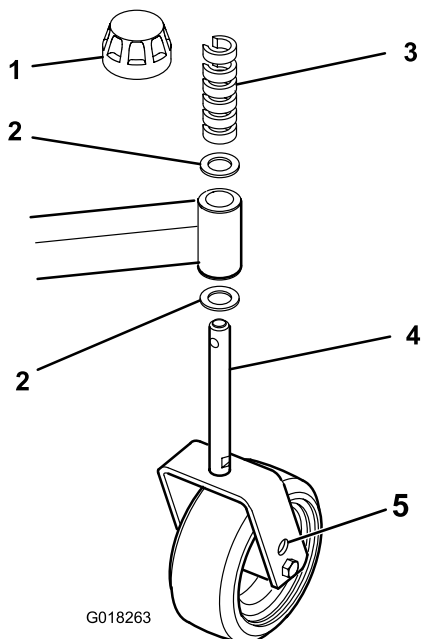

図 18
6. 前または後キャストアームにシムを入れてカッティングユニットに必要なピッチを出す 図 18。